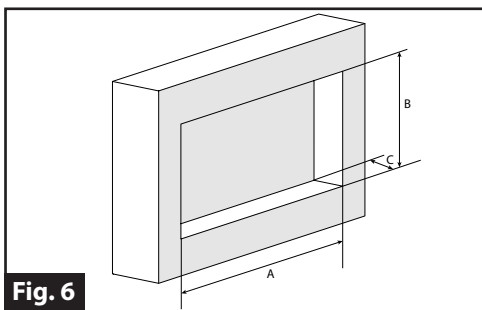

Fig. 6
2. Marque y recorte una abertura en el gabinete de acuerdo con las dimensiones descritas en la Fig. 6.